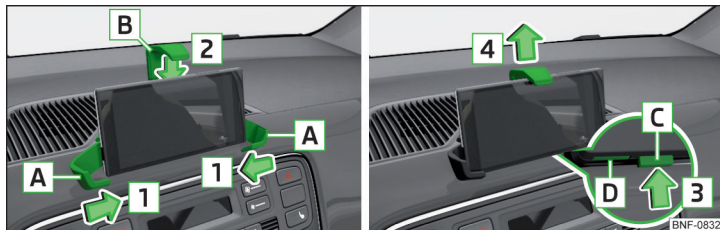

Рис. 77 Установлення та зняття телефону
- Уставте телефон у проміжок між кронштейнами [A] та пересуньте кронштейни в напрямку стрілок [1], щоб закріпити телефон » Рис. 77.
- Натисніть кнопку [C] у напрямку стрілки [3]. Кронштейн [B] переміститься у вихідне положення в напрямку стрілки [4] » Рис. 77.